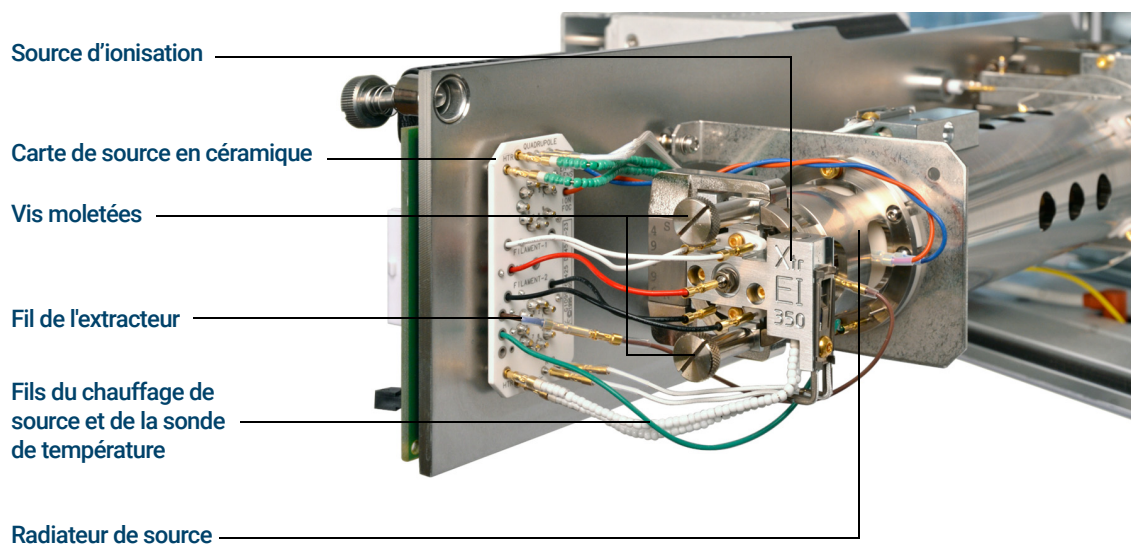

Figure 65. Installation de la source EI.
- 1 Glisser la source dans le radiateur. (Voir **Figure 65.**)
- 2 Insérer les vis moletées et les serrer à la main. Ne pas serrer les vis moletées trop fort. (Voir **Figure 65.**)